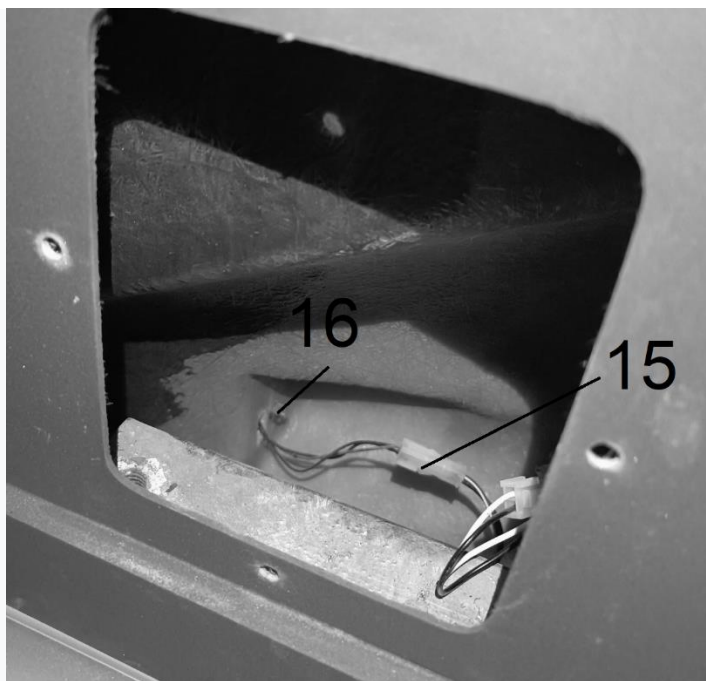

Рис. 6.11 Кріплення переднього білого габариту (15 – роз’єм, 16 – гайка)
- від'єднати роз'єм(15) та відкрутити гайку(16) яка кріпить габарит(12) (рис. 6.11)
- встановити новий габарит(12) та зібрати у зворотному порядку.